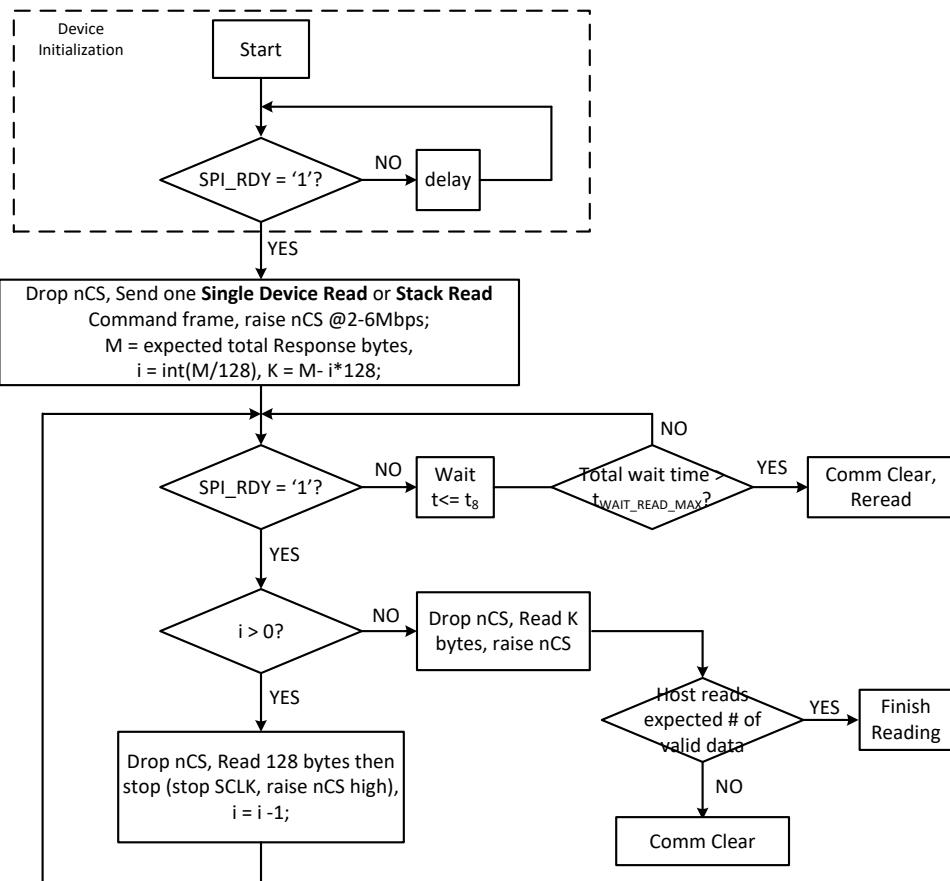
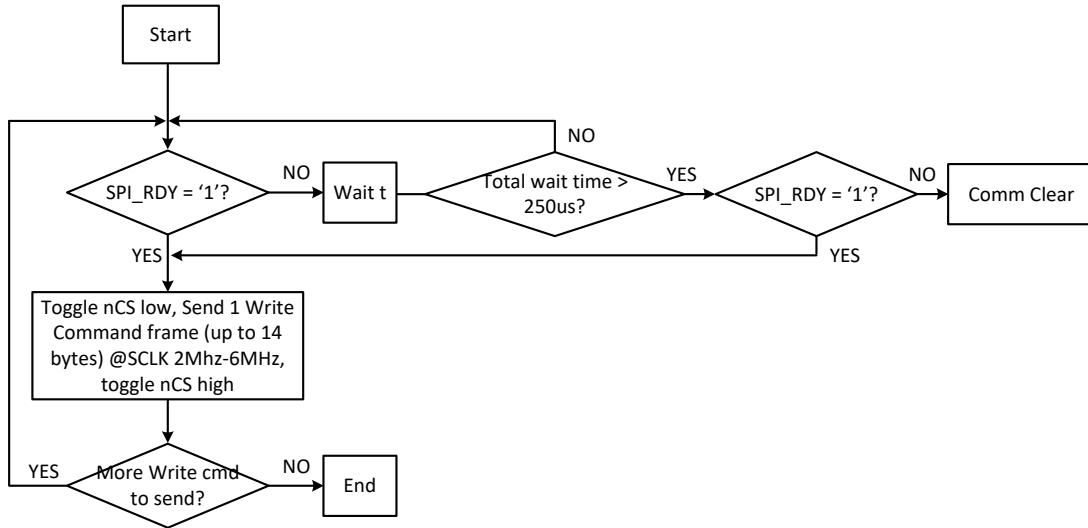

图 7-16. Flow Chart to Read from Device
图 7-17. Flow Chart to Send Write Command Frame to Device
- 为避免菊花链接口上的冲突，MCU 必须等到接收到所有预期的响应帧 (或等待计时器到期) 后再向 BQ79600 发送另一个命令帧。请参阅图 7-16 中的流程图。
User shall follow flow chart 图 7-16 to do read from device and 图 7-17 to do write to device activities.
- SPI_RDY 为低电平超过预期时间，即 READ 模式中的 $t_{SPI_RD_WAIT_MAX}$ (图 7-16)，而在将写命令帧发送到器件时为 $220 \mu s$ 。请勿在此等待时间结束前发送 Comm Clear 命令。